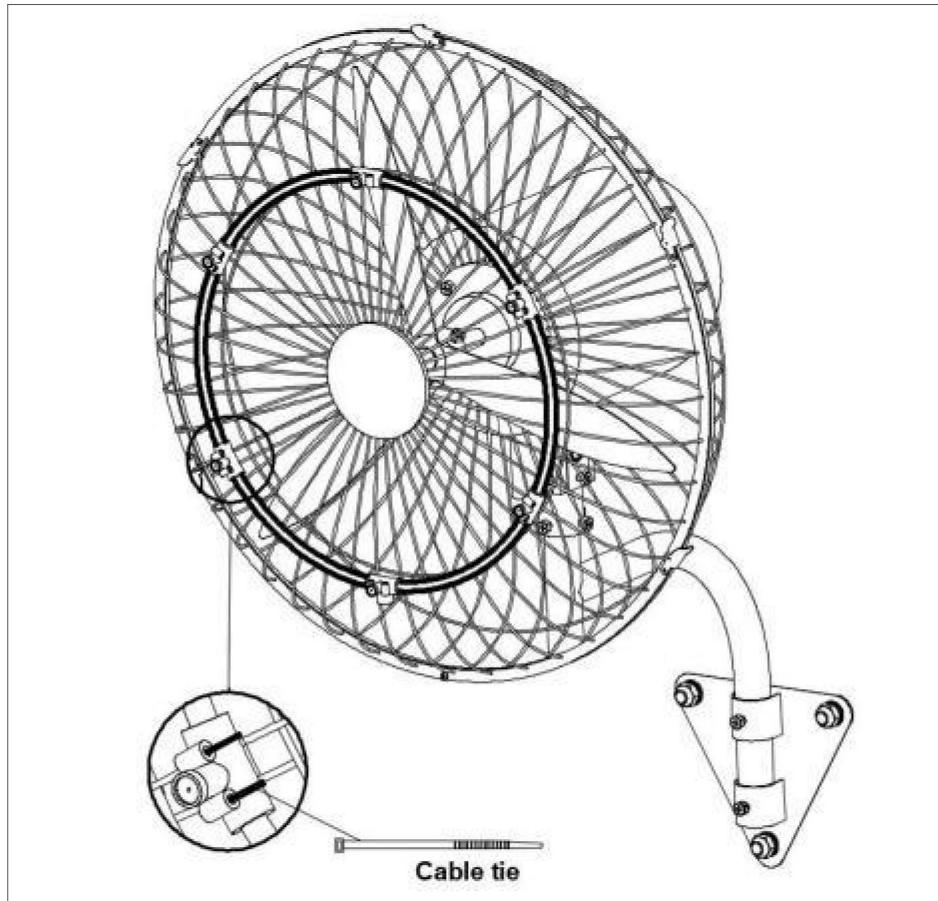

Figure 10.
- 1). Installez le tuyau de pulvérisation sur le couvercle de la calandre et fixez-le avec un câble cravate. Voir le (Fig.10.)